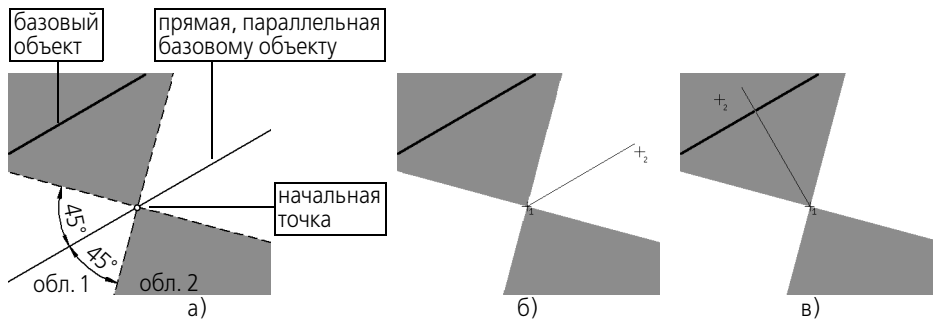

Рис. 19.1. Построение отрезка параллельно/перпендикулярно прямолинейному объекту
3. Перемещайте курсор по полю документа. На экране появится фантом отрезка. В зависимости от положения курсора относительно начальной точки фантом может быть параллельным или перпендикулярным базовому объекту. Если курсор находится в области 1 (рис. 19.1, а), то фантом отрезка строится параллельно базовому объекту (рис. 19.1, б), а если в области 2, то — перпендикулярно (рис. 19.1, в).
2. Перемещайте курсор по полю документа. На экране появится фантом отрезка. В зависимости от положения курсора относительно начальной точки фантом может быть параллельным или перпендикулярным базовому объекту (см. рис. 19.1 на с. 144).